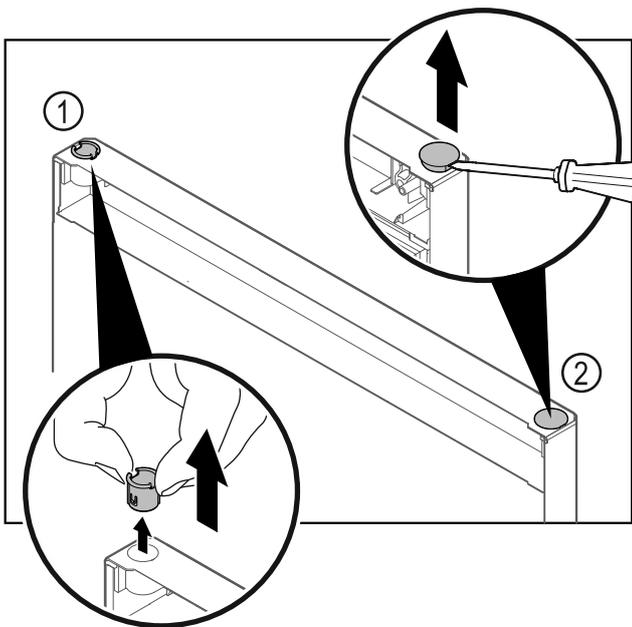

Fig. 25
- ▶ Retirer la bague Fig. 25 (1) avec les doigts.
- ▶ Soulever délicatement le bouchon Fig. 25 (2) avec un tournevis plat et le retirer.